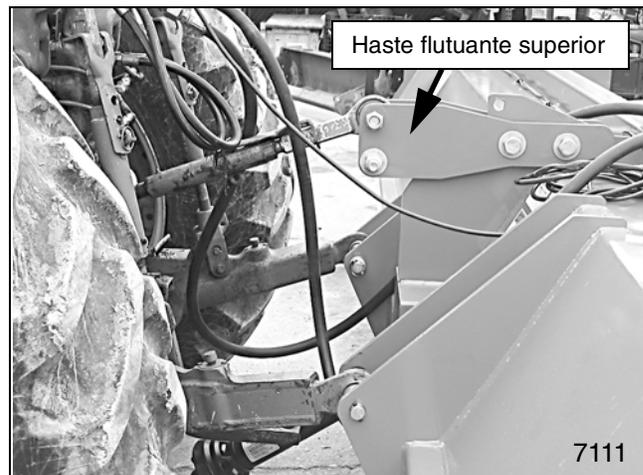

Figura 13. Posição de flutuação livre
4. **Somente modelos de 3 pontos:** Verifique se a haste flutuante está livre para deslizar em sua estrutura de montagem para permitir que a máquina siga os contornos do solo. Consulte a Figura 13.